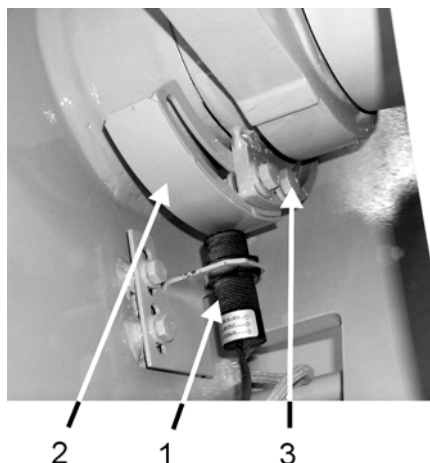
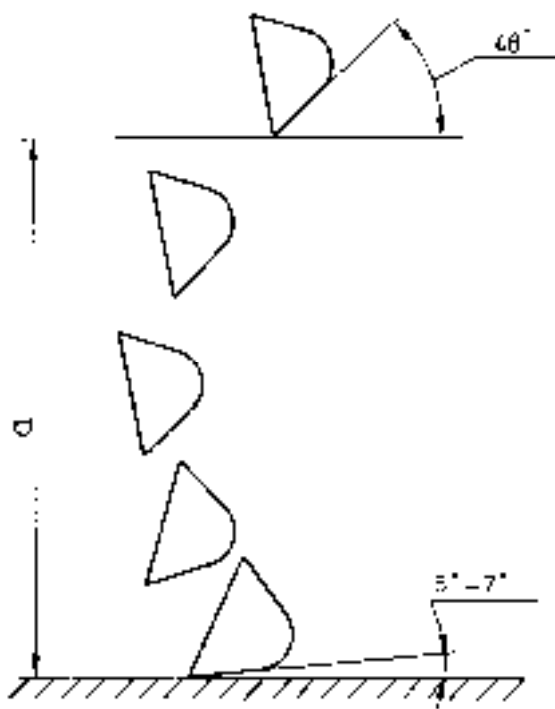

Рис. 4.23. Автоматический ограничитель высоты подъема стрелы
Рис. 4.27. Самопроизвольное выставление ковша для загрузки (забора материала)
4.16А.2. АВТОМАТИЧЕСКИЙ ОГРАНИЧИТЕЛЬ ВЫСОТЫ ПОДЪЕМА СТРЕЛЫ (РИС. 4.23)
При подъезде к насыпи для загрузки материала оператор обычно одновременно опускает стрелу, при этом ковш самопроизвольно устанавливается под углом 5-7 [°] к горизонту (Рис. 4.27), но только в том случае, если стрела перед этим находилась в максимально верхнем положении, а ковш в положении полного открытия (разгрузки). Об этом следует помнить при проведении регулировки ограничителя высоты подъема стрелы (Рис. 4.19 или Рис. 4.23). Наполнение ковша материалом происходит при нажатии ковшом на уступ и состоит в умелом соединении движений подъема стрелы и поворота ковша